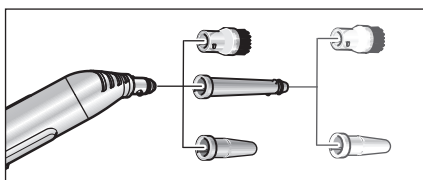

Fig. 6: Tilbehør til punktstråledysen
- For at effektivisere rengøringen ved arbejde med punktstråledysen (D1) kan De benytte den sammen med forlængerrøret (D2), rundbørsten (D3) eller powerdysen (D4) (se fig. 6). Sæt de to udsparinger i den del, der skal sættes på, på punktstråledysens næser. Drej den påsatte del med uret til anslag.